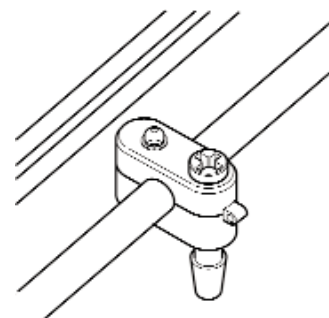

Fig 5. Montare il morsetto a P
- Fig 5 Montare il morsetto a P
- Avvitare il morsetto a p alla paratia assicurandosi che si trovi a una distanza di circa 100 mm dall'alloggiamento posteriore (Fig 5).